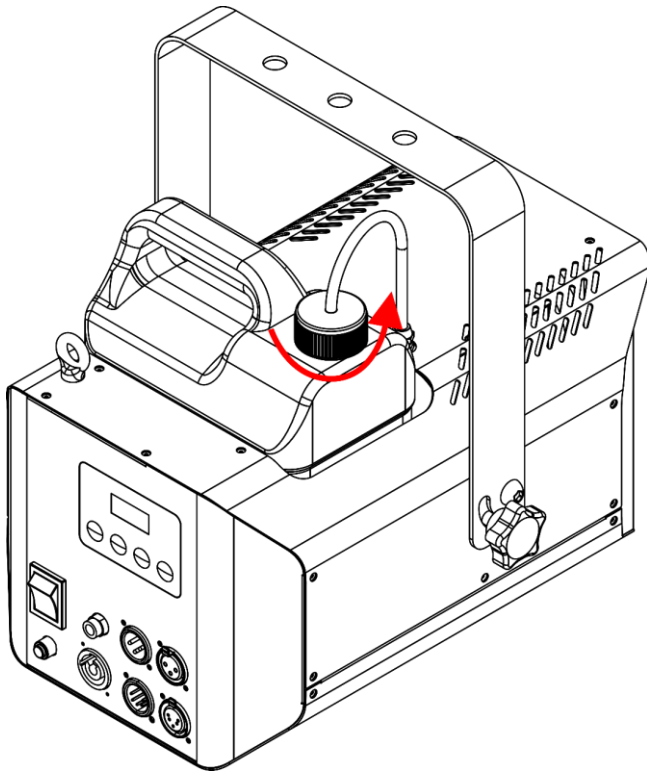

Fig. 08
- 02) Svitare il coperchio del serbatoio del liquido, come illustrato nella Fig. 08.